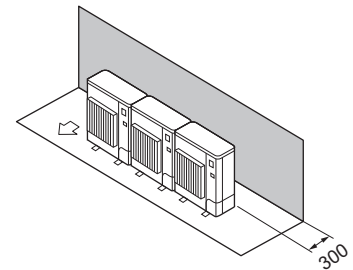

Fig. 2-13
- (1) Obstáculos sólo en la parte trasera (Fig. 2-13)